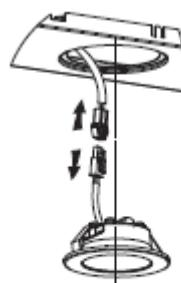

Abb. 2
- Verwenden Sie ein Werkzeug oder die Hand, um den Federsplitter an beiden Seiten der LED-Leuchte nach innen zu drücken, bis die Leuchte herausgedrückt wird, siehe Abb. 1. Ziehen Sie dann den Anschlussdraht der Leuchte leicht heraus und lösen Sie die Klemme des Anschlussdrähtes. Siehe Abb. 2.